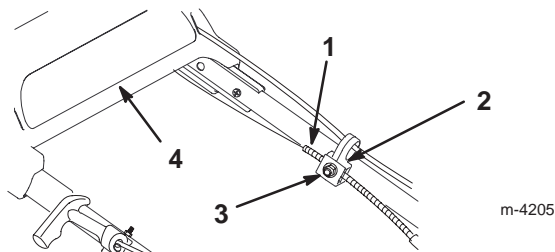

Figure 20
3. Desserrez l'écrou du support de guidage du câble (Fig. 20).
5. Repoussez la partie supérieure du mancheron le plus loin possible en arrière, appuyez sur le support d'entraînement et abaissez la gaine du câble (vers la tondeuse) pour éliminer le mou du câble (Fig. 20).
6. Serrez l'écrou du support de guidage du câble (Fig. 20).